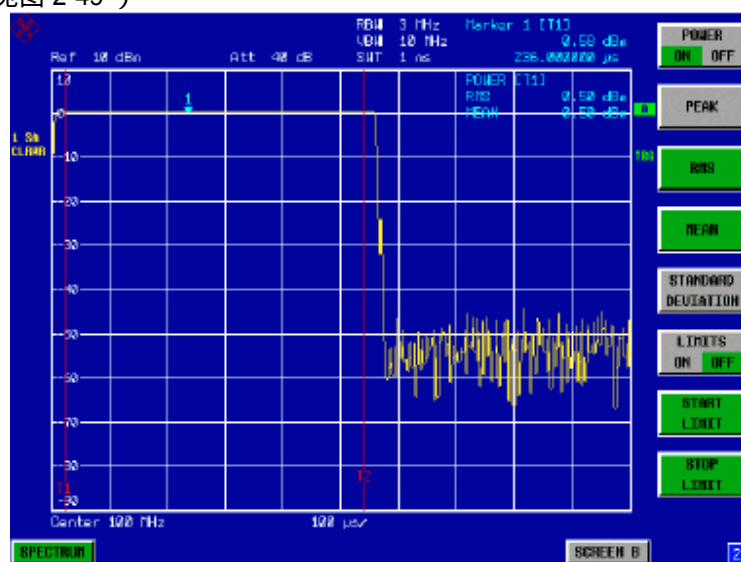

图 2-49 测量 GSM 突发高电平期间的平均功率
- 逆时针方向转动旋钮把第二条垂线置于脉冲结束处。FSP 显示脉冲在高电平期间的平均功率。（见图 2-49）